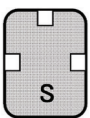

Figure 2. Vue en plongée de la membrane GUIDOR
- La membrana GUIDOR est conditionnée dans un plateau en plastique, la couche externe de la membrane face au couvercle. Tel qu'illustré à la figure 2, la couche externe est marquée d'un « S » et présente de multiples encoches carrées de 2 mm, le long du bord de la membrana.